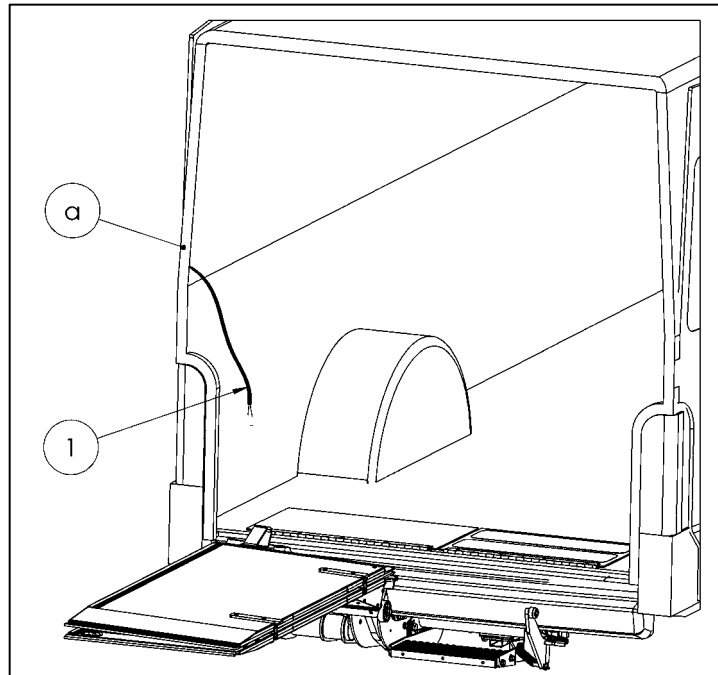

Abbildung 74
- Kabelverbindungsstelle von der Kennzeichenleuchte in der C-Säule (Pos. a), am Mercedes Benz Sprinter ausfindig machen (siehe Abbildung 74).